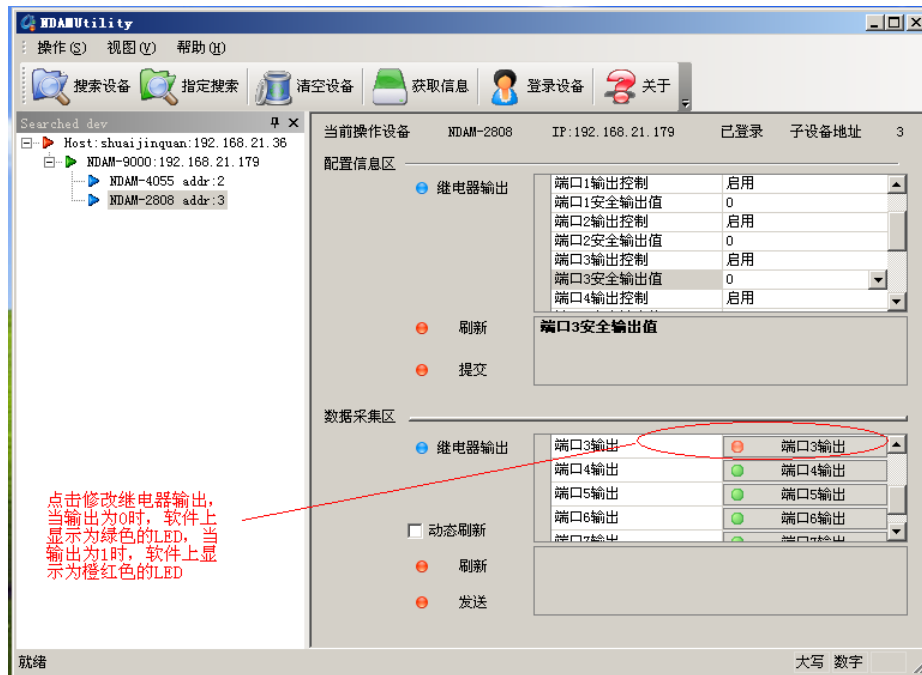

图 3.8 数字量输入
⑦ 通过显示窗口读出各通道的具体输出值，可以将“动态刷新”前的复选框选中，如图 3.8 所示进行数据动态刷新（刷新时间间隔 1 秒）来监测修改继电器的输出。